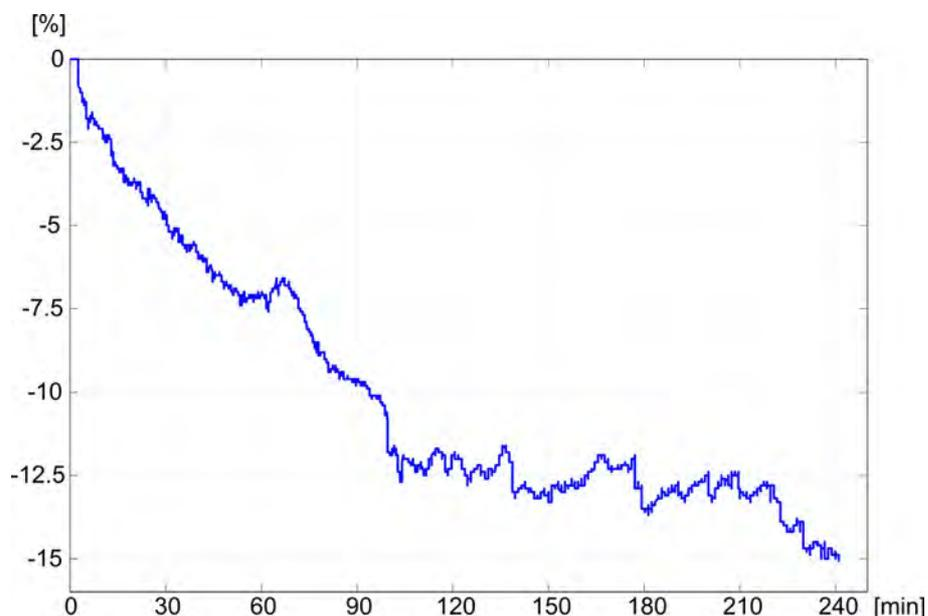

Fig. 11-19 Curva del volumen de sangre relativo (en %) durante el tratamiento (tiempo en minutos)
El sensor de hematocrito (opcional) (véase el apartado 11.4 Sensor de hematocrito (sensor HCT) (286)) proporciona valores de volumen de sangre relativo (volumen de sangre delta en %) en intervalos de tiempo de 10 segundos. bioLogic Fusion utiliza estos valores para calcular la pendiente de los últimos 10 minutos de la tendencia RBV (Fig. 11-19) para monitorizar el desarrollo del descenso de RBV.